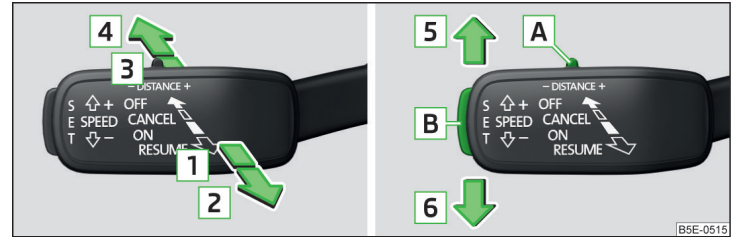

Abb. 142 Bedienungshebel
Übersicht der ACC-Funktionen, welche mit dem Hebel bedient werden » Abb. 142
- Die Taste **SET** » Abb. 142 auf Seite 116 drücken.
- **oder:** Den Hebel in die gefederte Stellung **RESUME** » Abb. 142 auf Seite 116 einstellen.
- Den Hebel in die gefederte Stellung **CANCEL** » Abb. 142 auf Seite 116 einstellen.
Die gewünschte Geschwindigkeit wird mit dem Bedienungshebel eingestellt oder geändert » Abb. 142 auf Seite 116.
Die Abstandsstufe zum vorausfahrenden Fahrzeug kann mit dem Hebel » Abb. 142 auf Seite 116 oder im Infotainment » Bedienungsanleitung Infotainment eingestellt werden.
➤ Den Schalter **DISTANCE** in die gefederte Stellung – oder + einstellen » Abb. 142 auf Seite 116.
Ein Beschleunigungsvorgang kann jederzeit durch Betätigung des Bremspedals oder den Druckpunkt **CANCEL** am Bedienungshebel » Abb. 142 auf Seite 116 abgebrochen werden.